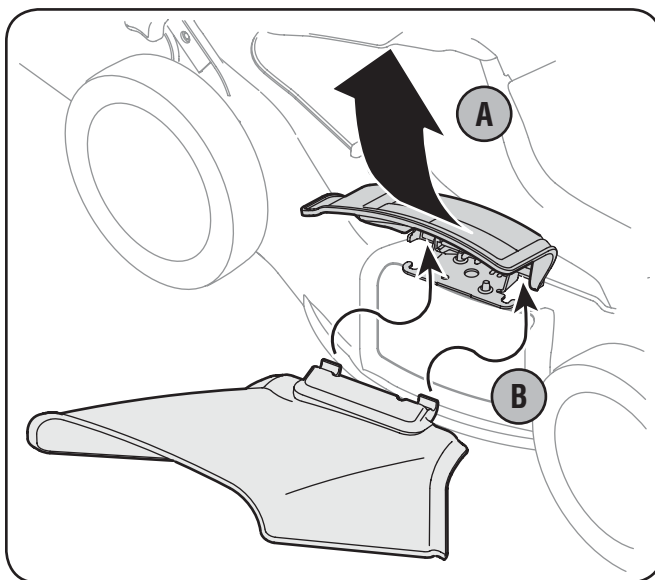

Figure 3-6
2. Glissez les crochets sous la goupille de la charnière du bouchon de déchiquetage. Rabaissez le bouchon de déchiquetage. Voir la Fig. 3-6.